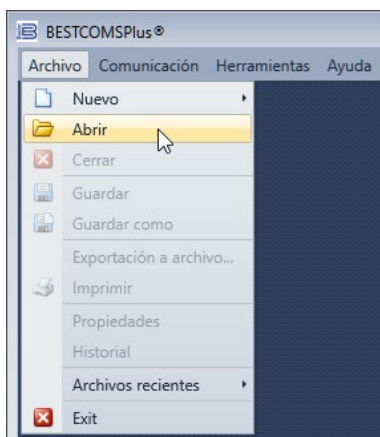

Figura 6-3. Abrir un archivo en BESTCOMSPlus
Paso 2. Seleccione **Abrir** y seleccione el archivo de configuración original como se muestra en Figura 6-3.